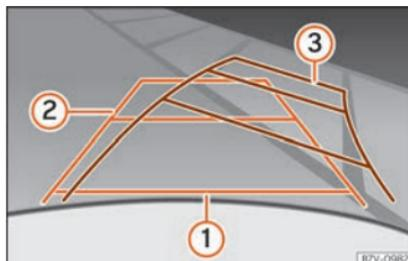

Fig. 255 Ecrã: linhas de orientação do espaço para estacionar atrás do veículo.
Significado das linhas de orientação projetadas no ecrã »» **Fig. 255**. Todos os comprimentos das linhas de orientação têm como referência um veículo situado sobre uma superfície horizontal.
- Circule em marcha-atrás lentamente e rode o volante de modo a que as linhas amarelas de orientação o guiem até ao espaço »» **Fig. 255** ③.